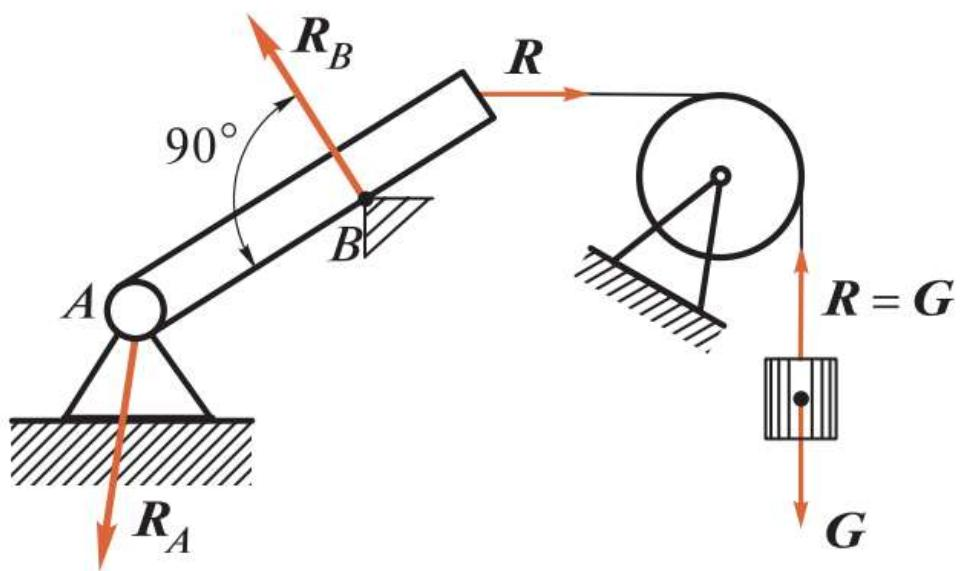
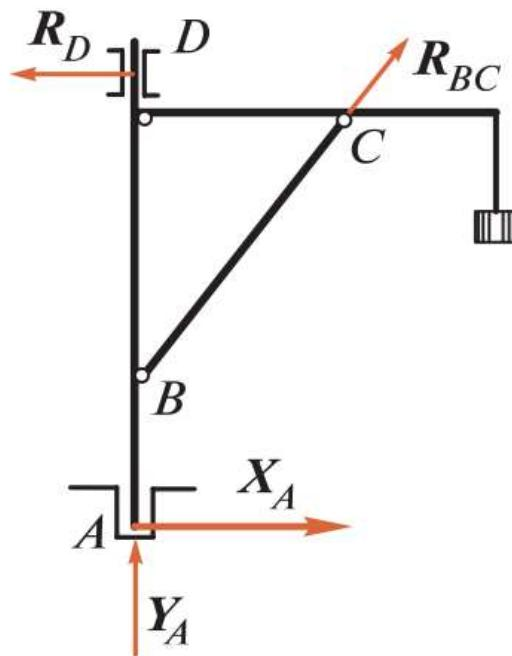

Рис. 1.8
Рис. 1.9
3. *Закрепленная точка или ребро угла* (рис. 1.8, ребро В). В этом случае реакция  $\mathbf{R}_B$  направлена по *нормали к поверхности идеально гладкого тела в сторону тела*, так как нормаль к поверхности тела есть единственное направление перемещения, которое не
4. Гибкая связь (см. рис. 1.8). Реакция  $\mathbf{R}$  гибкой связи не дает телу лишь удаляться от точки подвеса и поэтому направлена *вдоль связи от тела к точке подвеса*. Из рис. 1.8 видно, что гибкая связь, перекинутая через блок, изменяет направление передаваемого усилия (натяжения нити).
5. *Идеально гладкий цилиндрический шарнир* (см. рис. 1.8, шарнир А; рис. 1.9, подшипник **D**). В этом случае заранее известно только, что реакция **Рапроходит через ось шарнира и перпендикулярна этой оси**, так как шарнирное соединение допускает вращение вокруг оси, но не допускает никаких перемещений тела, перпендикулярных этой оси.
7. *Идеально гладкий под пятник* (рис. 1.9, под пятник **A**). Под пятник можно рассматривать как сочетание цилиндрического шарнира и опорной плоскости, поэтому будем считать реакцию под пятника состоящей из двух составляющих:  $X_A$  и  $Y_A$ . Полная реакция  $\mathbf{R}_A$  под пятника равна векторной сумме этих составляющих:
8. *Стержень, закрепленный двумя концами в идеально гладких шарнирах и нагруженный только по концам* (рис. 1.9, стержень **BC**). В этом случае реакция стержня, согласно аксиоме III, может быть направлена только по линии **BC**, т. е. *по прямой, соединяющей оси шарниров*.